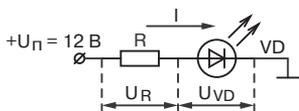

Рис. 2.25. Схема включения светодиода
**Задача 1.** На рис. 2.25 приведена схема включения светодиода к источнику питания 12 В. Падение напряжения на диоде в прямом включении составляет порядка 2,5 В, поэтому необходимо последовательно включать гасящий резистор. Для обеспечения достаточной яркости ток диода должен составлять величину порядка 20 мА. Необходимо определить сопротивление гасящего резистора R.